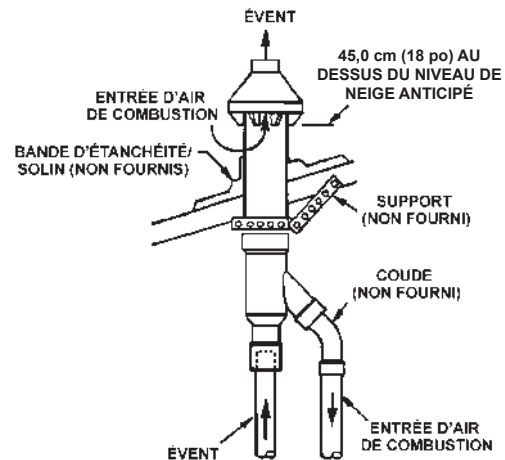

Figure 23
- Fixer l'ensemble à la structure du toit tel qu'illustré à la Figure 23 à l'aide du cerclage en métal fourni sur site ou de matériaux de support équivalents.
REMARQUE : S'assurer que la hauteur de la terminaison soit au-dessus de la surface du toit ou du niveau de neige anticipé tel qu'illustré à la Figure 23.
- Cimenter les tuyaux d'admission d'air de combustion et de ventilation du chauffe-eau à l'ensemble terminaison de ventilation concentrique. Voir Figure 23 pour un raccordement de tuyau approprié.